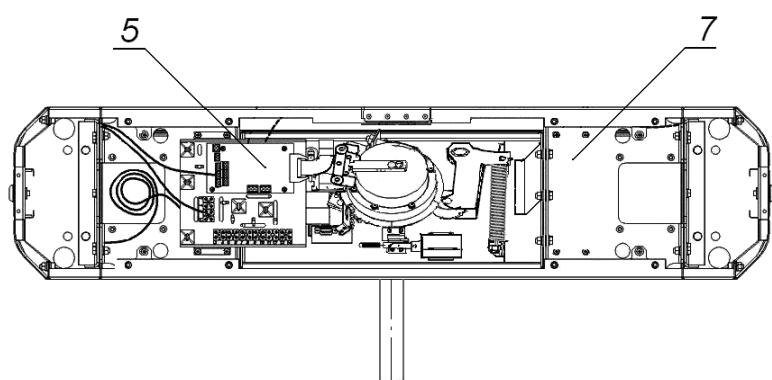
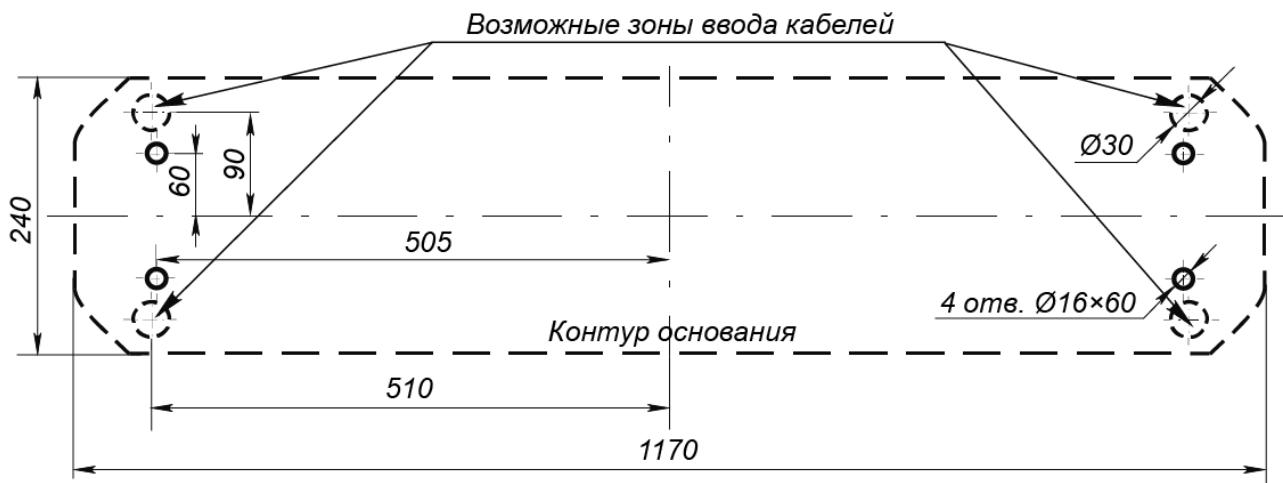

Рисунок 11. Схема прокладки кабелей в стойке турникета
Рисунок 12. Схема разметки для установки стойки турникета
3. Подготовьте в полу отверстия под гильзы анкеров для крепления стойки турникета (см. рис. 13). При необходимости прокладки кабелей под поверхностью пола подготовьте в полу кабельный канал, подходящий к зоне ввода этих кабелей в стойку турникета. Установку и крепление стойки производите после прокладки всех кабелей в кабельном канале и внутри стойки. Прокладка кабелей внутри стойки показана на рис. 12.
5. Демонтируйте заглушки стойки (7), открыв ключом замки (8). Установите стойку турникета на гильзы анкеров и закрепите ее болтами M10.
6. Снимите крышку турникета (3), отвернув ключом установочный винт (14) (см. разд. 6).
7. Подключите кабель питания (11) к клеммной колодке **X1.1** (см. рис. 11).
9. Подключите при необходимости кабели от других устройств к соответствующим клеммным колодкам платы управления (см. рис. 5 и рис. 11).
12. После подключения всех кабелей и крепления стойки к полу установите на место крышку (3) (см. разд. 6), заглушки стоек (7) в порядке, обратном снятию.
Конструкцией турникета предусмотрена возможность установки платы контроллера СКУД внутрь корпуса турникета. Установка платы осуществляется на кронштейн (7, рис. 12). Максимальный допустимый размер устанавливаемой платы контроллера 160×150×35 мм.
Подключение контроллера к плате управления производится в соответствии с рис. 11.
Передача данных от считывателей осуществляется по интерфейсу *Wiegand*. Подключение считывателей к контроллеру СКУД необходимо производить экранированным кабелем в соответствии с рис. 11.
* Линии управления светодиодной индикацией считывателей при производстве подключены к клеммным колодкам **XT4**, **XT5** платы управления (см. рис. 11). Для осуществления внешнего управления индикацией от контроллера СКУД необходимо отключить синие и желтые провода считывателей от разъемов **XT4**, **XT5** платы управления, и подключить их к соответствующим контактам выносной клеммной колодки **X1.2**.